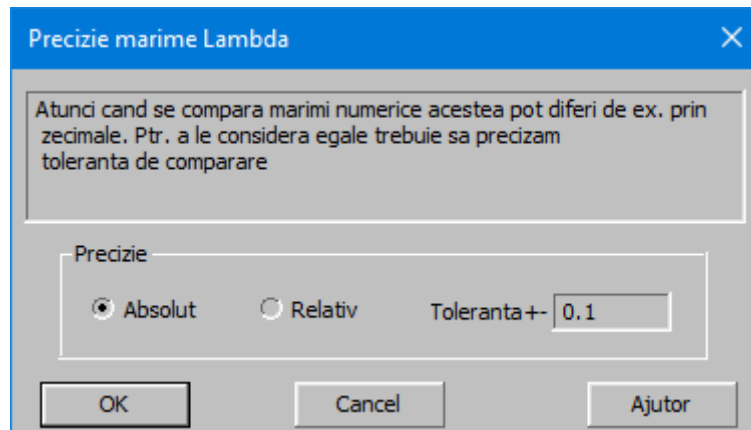

Fig. 8.1.1
- o Cand se incarca peste date deja existente (de exemplu, s-au incarcat masuratori reflexie si urmeaza incarcare masuratori transmisie) lungimile de unda citite trebuie sa existe de la prima incarcare. Cele care nu exista nu se incarca. Compararea lungimilor de unda se poate face in tolerante specificate. Se aleg parametrii de comparare ca in Fig. 8.1.1.